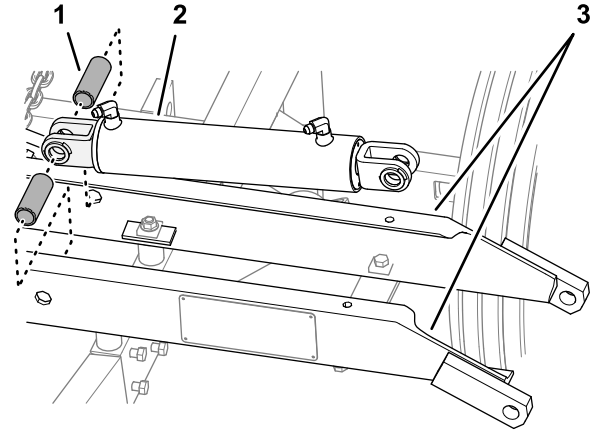

Figure 9
1. Alignez les trous des 2 tubes entretoise et les trous des brides du vérin de levage de l'unité de coupe 6 sur les trous de 25 mm (1 po) de diamètre au sommet des profilés transversaux (Figure 9).